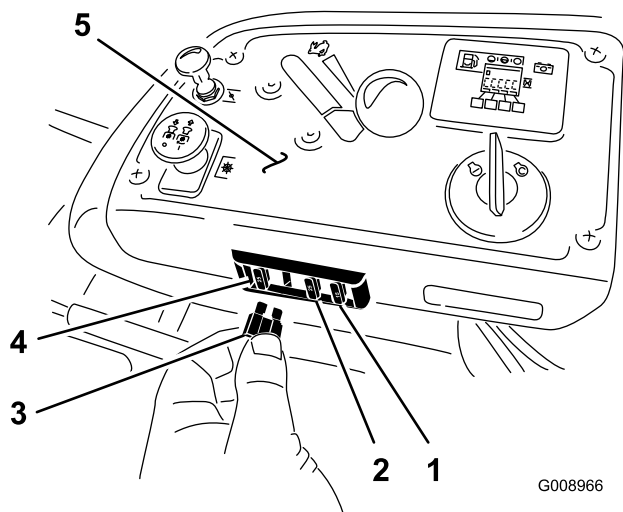

Figura 63
- Os fusíveis encontram-se no lado direito da consola perto do banco (Figura 63).
- Instale um novo fusível (Figura 63).